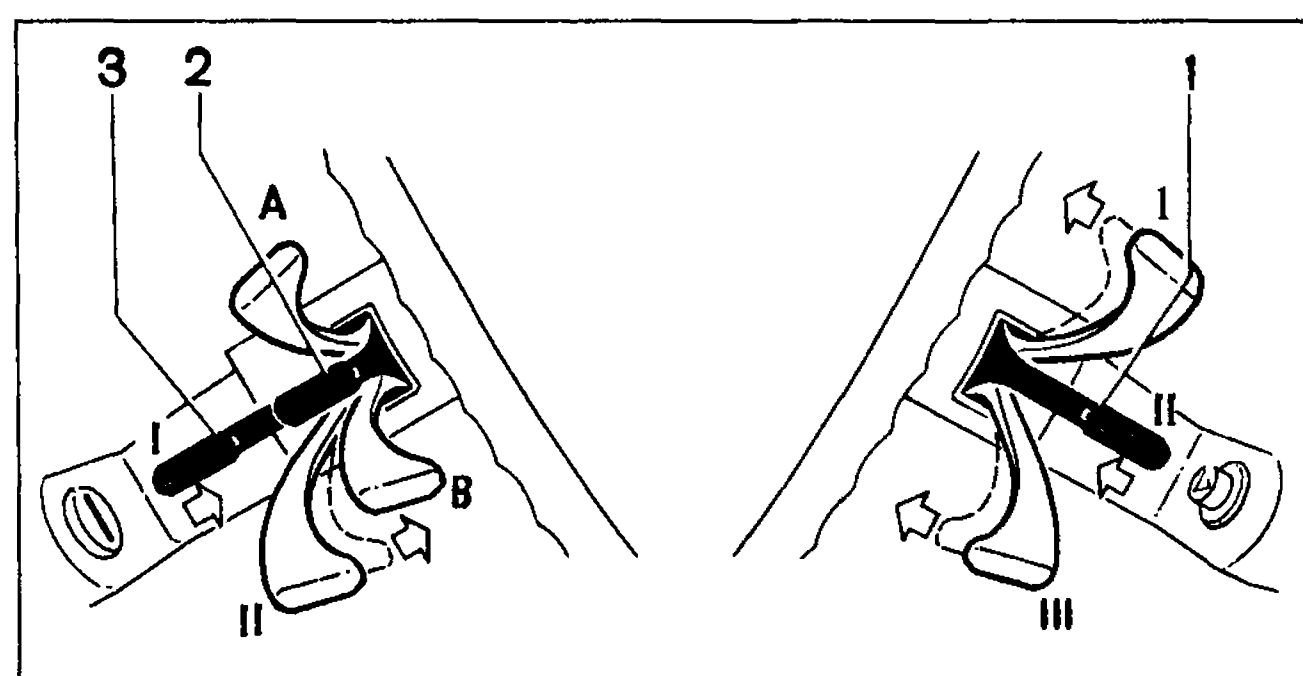

Рис. 1-4. Подрулевые переключатели:
- 1 — **рычаг переключателя стеклоочистителей и омывателей ветрового стекла и блок-фар\*** (рис. 1-4). При положении рычага:
- 2 — **рычаг переключателя указателей поворота.** При переводе рычага в положение "А" (см. рис. 1-4) включаются указатели правого поворота, в положение "В" — указатели левого поворота. При выходе автомобиля на прямую после поворота рычаг автоматически возвращается в исходное положение. Эту операцию можно выполнить и вручную.